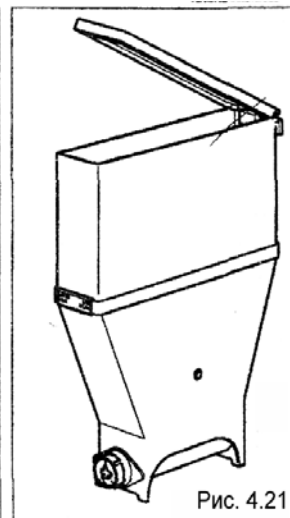

Рис. 4.21
- Снимите крышки с контейнеров для продуктов и желоба для продуктов (рис. 4.21). Погрузите все в предварительно подготовленный раствор.